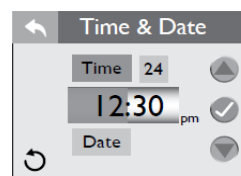

Figura 6.9c
1. Quando você acessar o menu,  estará destacado em laranja, Figura 6.9c.